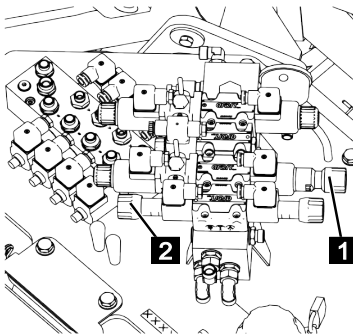

Fig. 134
4. Verrouiller la vanne à deux voies (Fig.134/1).
5. Pour la commande de la plateforme, tourner la vanne (Fig.134/2) à fond dans le sens des aiguilles d'une montre.